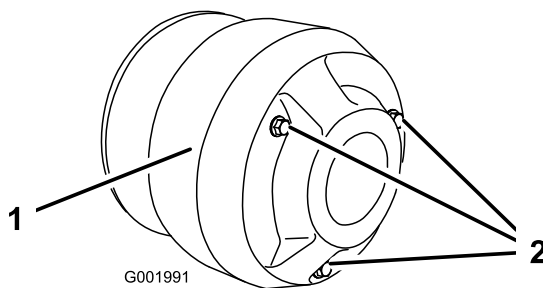

Figura 59
4. Togliete i tre bulloni che fissano il carter della frizione e togliete il carter (Figura 59).